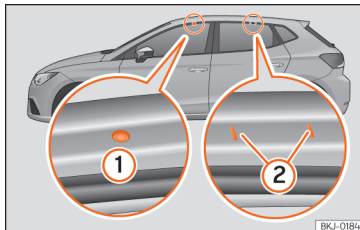

Abb. 116 Befestigungspunkte der Längsträger für den Dachgepäckträger.
Die vorderen und hinteren Befestigungspunkte ① und ② sind nur bei geöffneten Türen sichtbar »» **Abb. 116**.